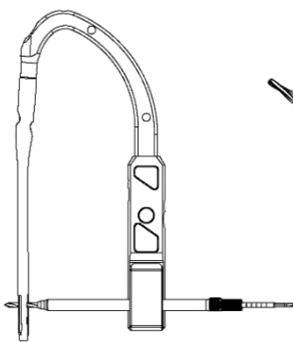

図6-1
- 6) ターゲットデバイスにディスタルスクリュー用ドリルスリーブを組み付けたディスタルスクリュー用スリーブを装着し、ディスタルスクリュー用ドリル (L) を通し、ネイルのディスタルスクリューホールに干渉しないで通過することをチェックします。(図6-1)